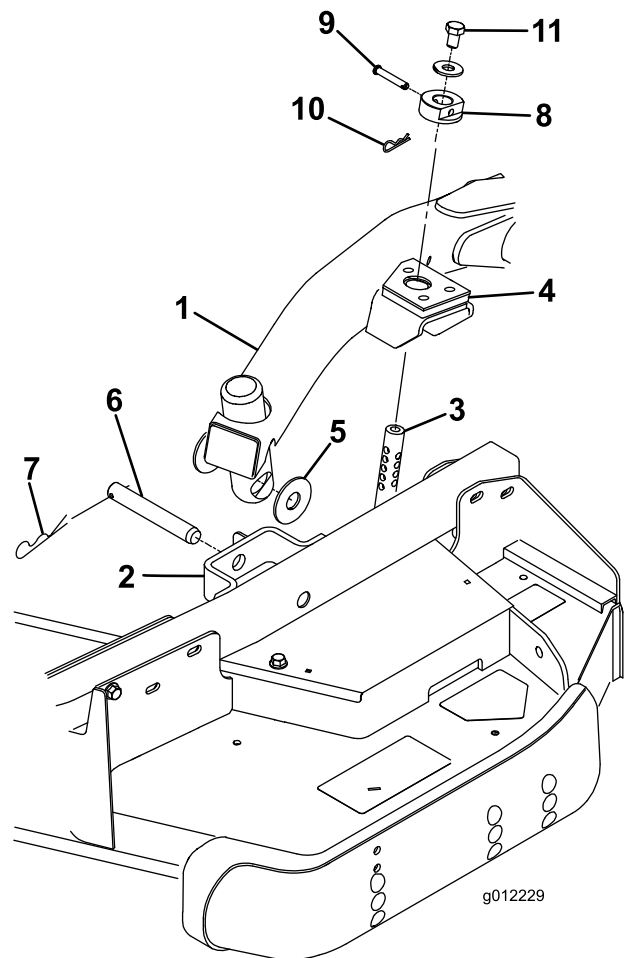

図 26
4. 昇降レバーをフロート位置とする。昇降アームを押し下げて、昇降アームについている穴とキャスタアームのブラケットについている穴を整列させ、昇降アームのパッドに刈高ロッドを挿入できるようにする (図 26)
5. スラストワッシャ 2 枚、クレビスピン、ヘアピンコッターを使って、昇降アームをキャスタアームに固定する。スラストワッシャは昇降アームとキャスタアーム・ブラケットの間に入れる (図 26) コッターピンを、キャスタアーム・タブのスロットに差し込んで固定する。
9. 刈高ロッドに刈高カラーを取り付け、クレビス・ピンとヘアピン・コッターで固定する (図 26) クレビス・ピンの頭をデッキの前面に向けておく。
10. 各刈高ロッドの上部に 1/2 x 3/4” ボルトとワッシャを取り付ける (図 26)。